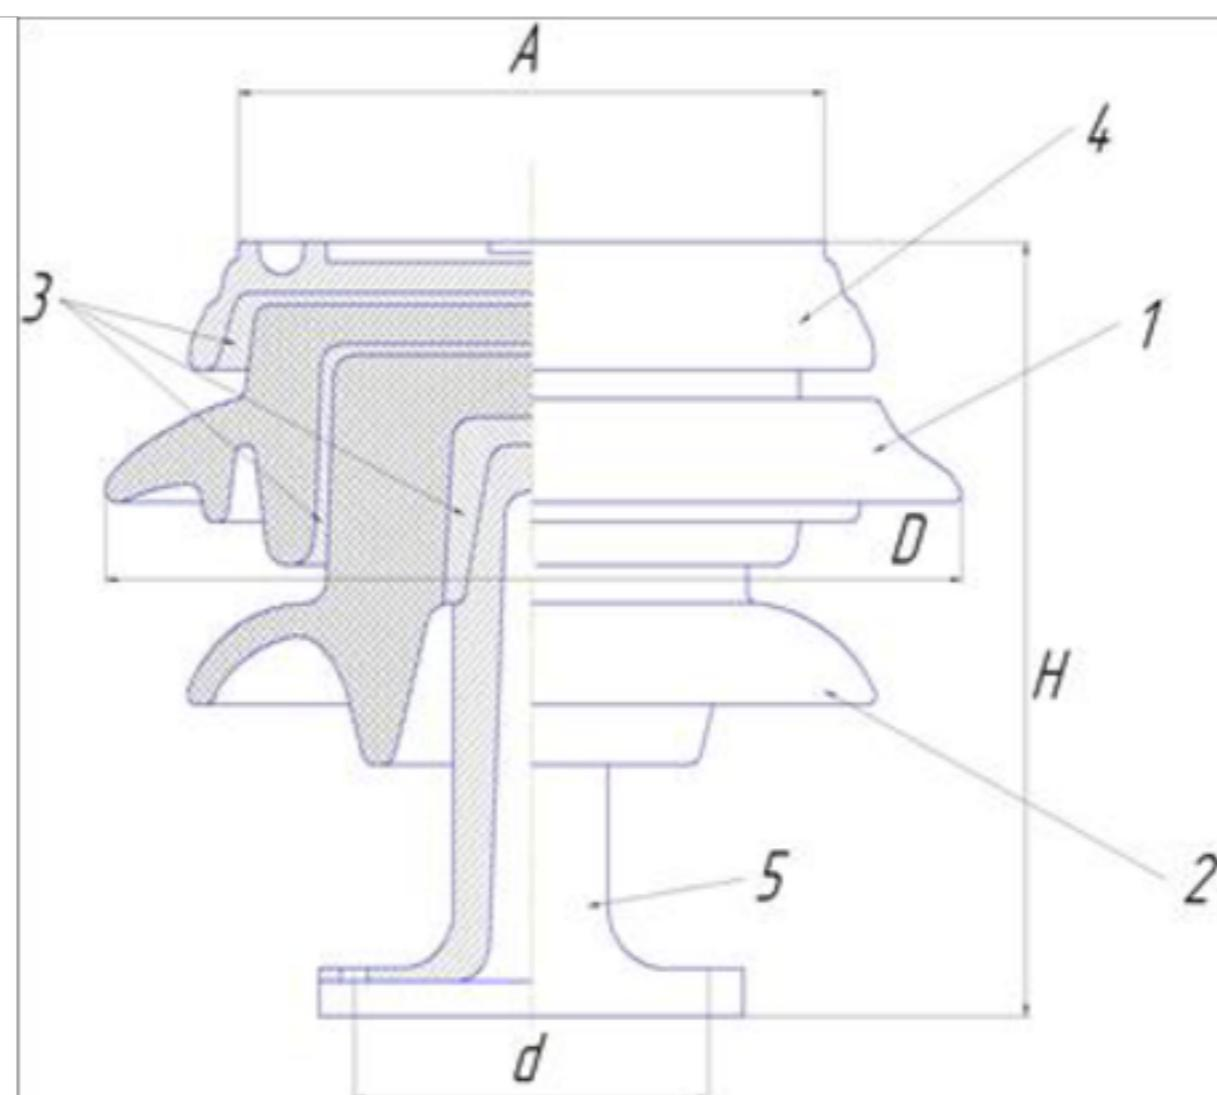

Рисунок 5.1. Опорно-стержневой изолятор наружной установки:
Например, ОНС-35-2000 (опорный стержневой изолятор наружной установки на напряжение 35 кВ, разрушающая нагрузка его 2000 Па). Опорный стержневой изолятор типа ОНС (см. рис. 5.1) имеет следующие основные размеры можно выразить диэлектрические потери в изоляционных материалах:
1. Опорный стержневой керамический изолятор ОНС изолирует и поддерживает шины контактных деталей в открытом распределительном устройстве. Изолятор представляет собой сплошной круглый стержень с выступающими ребрами. На торцевых частях изолятора закреплены металлические фланцы (колпаки), являющиеся электродами (рис.5.1). Определить полный ток утечки, протекающий в изоляторе, емкость и диэлектрические потери в нем